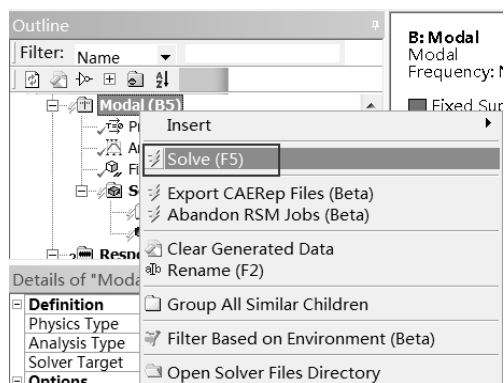

图 8-27 执行模态计算
Step4：如图 8-27 所示，在 Outline (分析树) 中的 Modal (B5) 选项上右击，在弹出的快捷菜单中选择  Solve 命令。